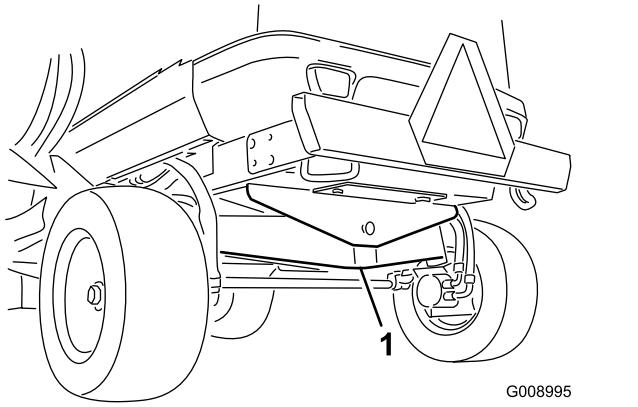

Figura 45
1. Punto de apoyo delantero (2)
**Parte trasera de la máquina** - en el centro del eje (Figura 45)